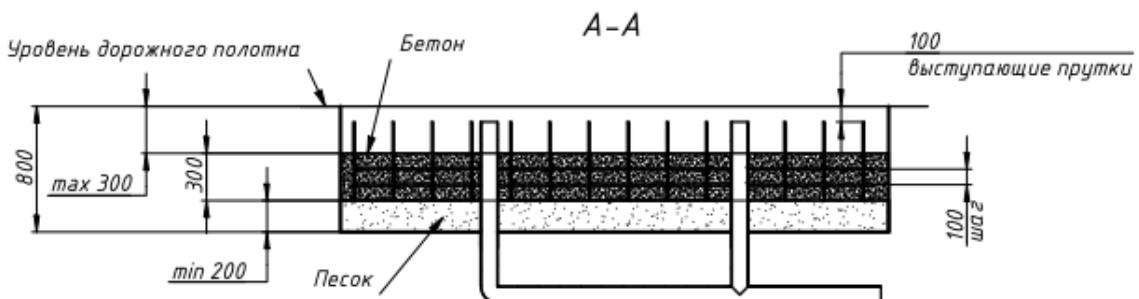

Рис.2
1.2.5 Залить котлован бетоном, обеспечив горизонтальную плоскость на глубине не ниже 300 мм от поверхности дорожного полотна. Использовать бетон марки М300 и выше. Дальнейшие работы производить после полного застывания бетона. (рис.2)